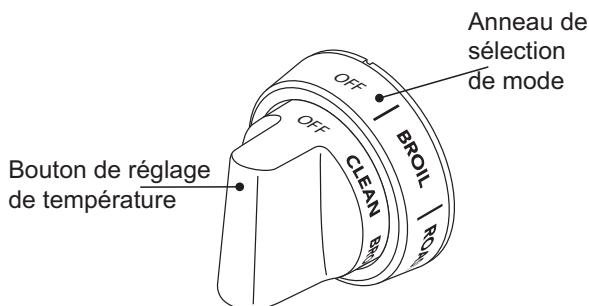

Figure 32 : Anneau de sélection de mode et bouton de réglage de température
- Réglez l'anneau de sélection de mode (Figure 32) à Bake (cuisson au four), Convection Bake (cuisson par convection) ou Roast (rôtissage).